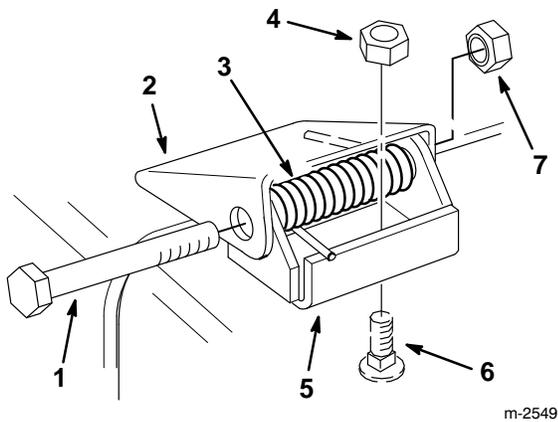

Figure 26
1. Retirer l'écrou, le boulon et le ressort de fixation des attaches du déflecteur aux supports de pivot (Fig. 26).
2. S'il faut remplacer les supports de pivot, retirer les boulons de carrossier et les écrous coniques qui les fixent au-dessus de l'ouverture d'éjection, puis mettre en place de nouveaux supports. S'assurer que la tête des boulons de carrossier est bien à l'intérieur de l'unité de coupe (Fig. 26).
3. Monter les attaches du déflecteur sur les supports de pivot à l'aide des boulons, des ressorts et des écrous de blocage. Les extrémités droites des ressorts doivent passer entre le déflecteur et l'attache (Fig. 26).
4. Serrer les écrous de blocage jusqu'à ce qu'ils touchent les supports de pivot (Fig. 26).